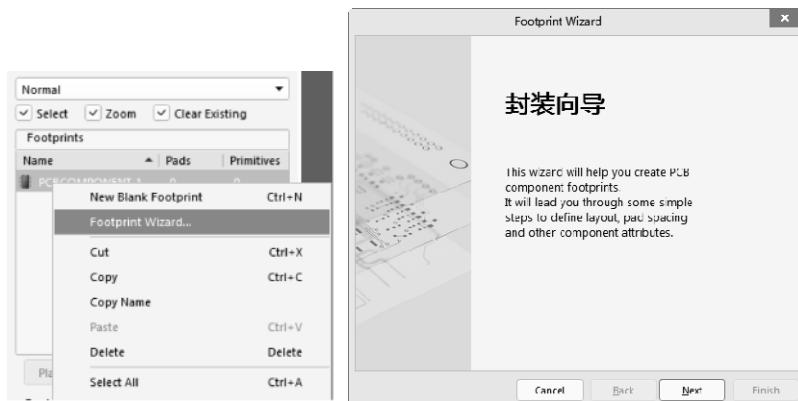

图 6-4 选择执行向导命令
(1) 在工作面板的“Footprints”栏中单击鼠标右键，选择执行向导命令“Footprint Wizard”，出现封装向导，如图 6-4 所示。